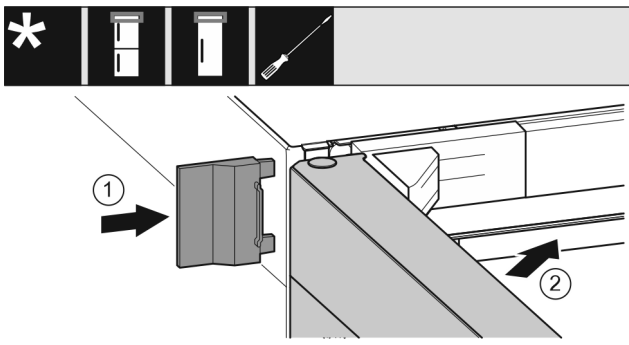

Fig. 24
- ▶ Насуньте зовнішню кришку. Fig. 24 (1)
- ▶ Закрийте верхні дверцята. Fig. 24 (2)